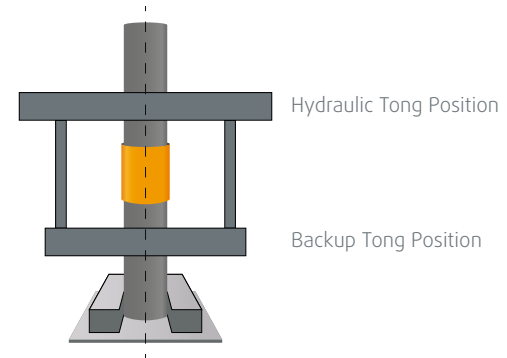

Imagen. 18
- Las puntas de la pinza eléctrica y la de apoyo deben ser del tamaño adecuado (vea imagen. 18).